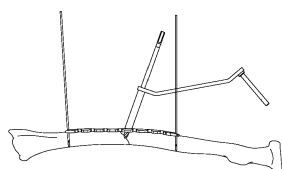
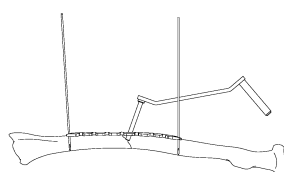
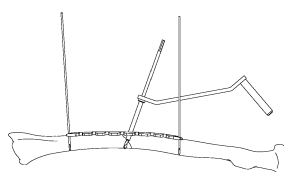

図 7-1
図 7-2
図 7-3
- 9) ラグスクリュー法で固定する場合は、3.5-2.5 ラグスクリュー法ドリルガイドの 3.5 ドリルガイド側を用いて 3.5 ドリルにて手前側の骨片をドリリングし(図 7-1)、3.5 ドリル穴に 2.5 ドリルガイド先端を差し込み(図 7-2)、2.5 ドリルでドリリングして(図 7-3) スクリューを挿入します。